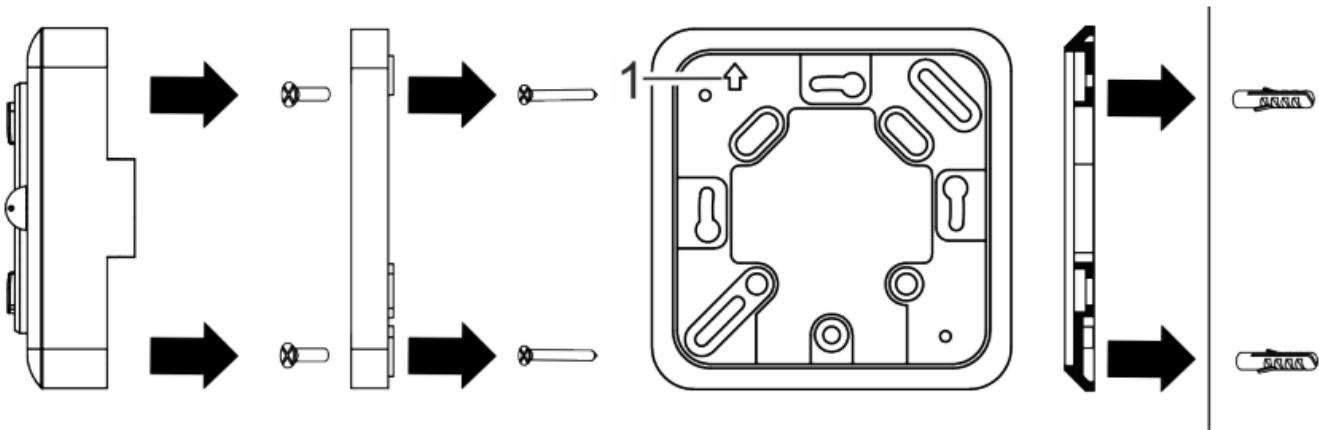

Fig. 5: Montar el fondo de la carcasa sobre la placa de montaje
1. Monte la placa de montaje sobre la roseta empotrada con los tornillos (3,5 x 25 mm) (Fig. 5).
La flecha (Fig. 5/1) situada sobre la placa de montaje tiene que apuntar hacia arriba.
7. Monte el fondo de la carcasa del aparato sobre la placa de montaje con los tornillos (3 x 6 mm) (Fig. 5).